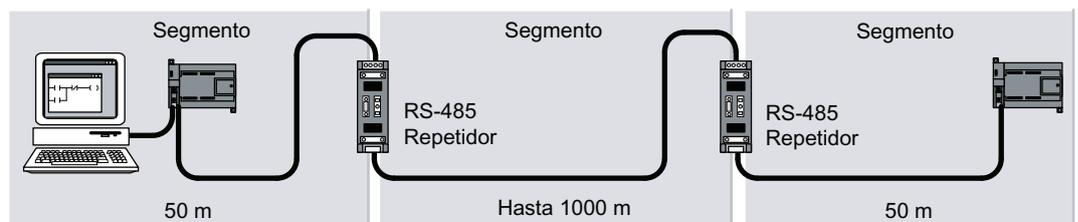

Figura B-2 Ejemplo de una red con repetidores
- Aumentar la longitud de una red: añadiendo un repetidor a la red, es posible ampliarla en 50 metros adicionales. Si conecta repetidores sin nodos entre ellos (como muestra la figura B-2), es posible ampliar la red hasta la longitud máxima del cable permitida para la velocidad de transferencia en cuestión. En una red pueden utilizarse como máximo 9 repetidores en serie, pero la longitud total de la red no puede exceder 9600 metros.